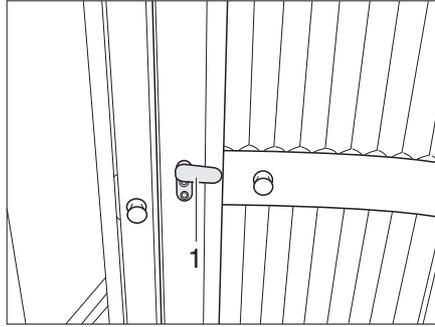

Fig. 360 Inodoro Vario, puerta del lavabo
- Colocar el pestillo (Fig. 360,1) de la puerta del lavabo en posición vertical y extender la parte interior de la puerta.
- Girar la parte interior hacia la puerta de entrada del lavabo y, para cerrar, colocar el pestillo (Fig. 360,1) en posición horizontal.